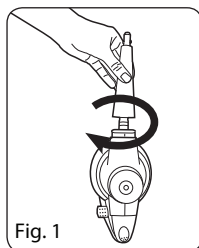

Fig. 1
1. Montare la prolunga sull'ugello dell'apparecchio (Fig. 1). Far allineare le tacche sull'ugello e sulla prolunga e ruotare la prolunga nel senso orario sino a che non entri nella sua sede. Una volta montata la prolunga generica, essa può essere utilizzata direttamente oppure come prolunga su cui vengono montati altri accessori. Nella „Tabella accessori“ si trova la lista degli accessori che possono essere montati sulla prolunga generica.